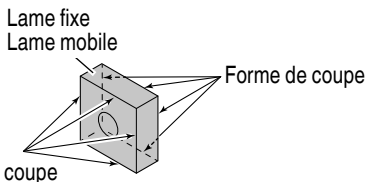

Fig. 9
4. Remplacement de la lame (voir la Fig. 9, 10)